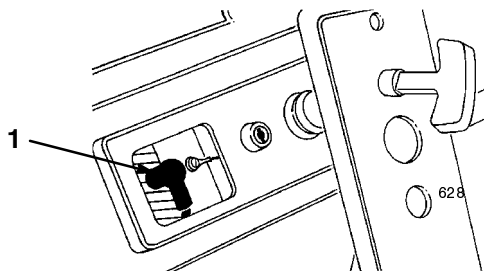

Bild 20
5. Ziehen Sie den Zündkerzenstecker ab (Bild 20).
- Entfernen Sie die drei Schrauben, mit denen das Instrumentarium am Gehäuse befestigt ist (Bild 20).
3. Entfernen Sie die drei Schrauben, mit denen das Instrumentarium am Gehäuse befestigt ist (Bild 20).